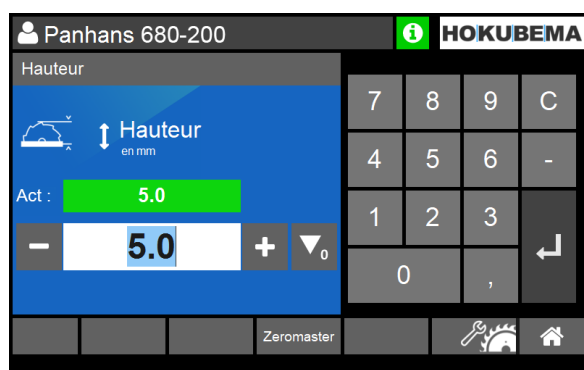

Figure 55 : réglage en hauteur de la lame de scie
2. Saisir la position en hauteur souhaitée en mm (⇒ Figure 55).